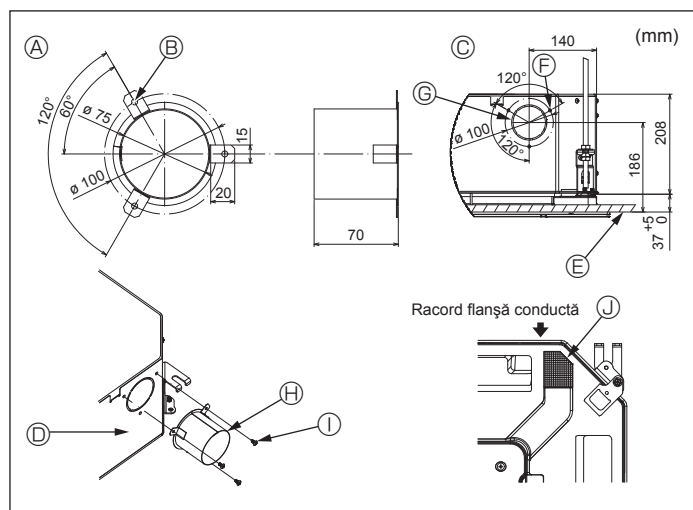

Fig. 4-3
4.3. Instalarea conductei (în cazul orificiului de admisie a aerului proaspăt) (Fig. 4-3)